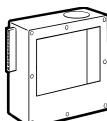

Abb. 8
**Angetriebenes Elektroventil:** Normalerweise mit dem Maxi-Kanister kombiniert. Ist für die Luftringsanlagen geeignet, Abb. 8.